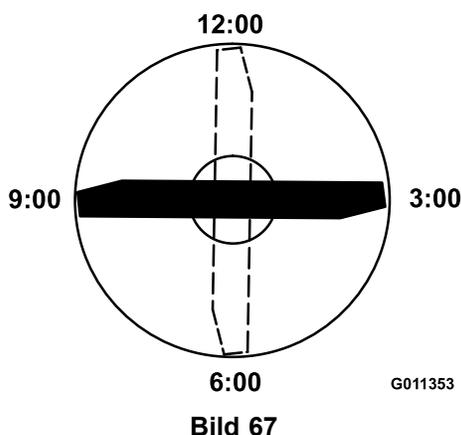

Bild 67
in Mährichtung) und messen die Höhe vom Tisch bis zur Schnittkante (Bild 67).
4. Drehen Sie die markierte Seite des Messers auf die 3- und die 9-Uhr-Stellung und messen Sie die Höhe (Bild 67).